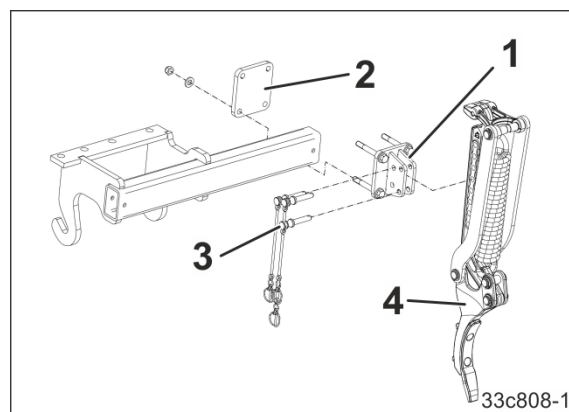

Fig. 80
- 1.1 Skru holderen til sporfreseren (Fig. 80/1) med klemplaten (Fig. 80/2) på påbyggssrammen.
- 1.2 Fest sporfreseren (Fig. 80/4) helt oppe ved hjelp av festebolten (Fig. 80/3) og sikre den med en låsesplint.